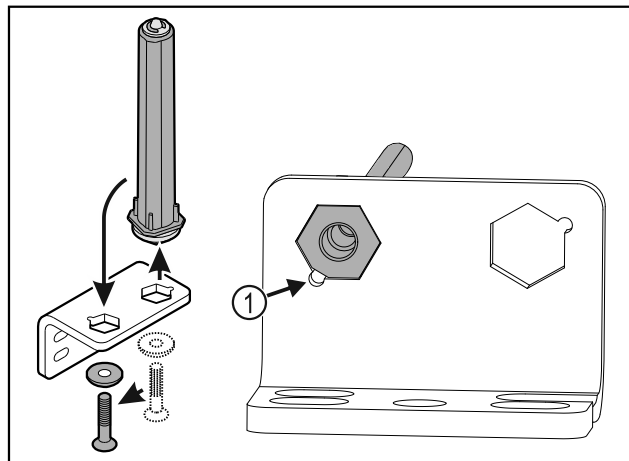

Fig. 38
- ▶ Проследите за тем, чтобы при установке скос пальца Fig. 38 (1) указывал в направлении круглого отверстия.